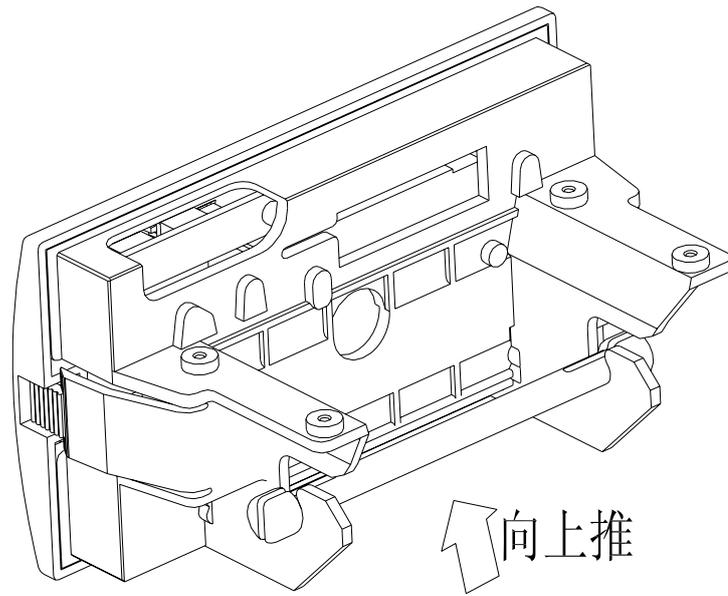

图 2-7
- (3) 从打印机上取下纸卷轴（见图 2-7），如果打印机上已有纸卷，可跳过这步，到第五步。